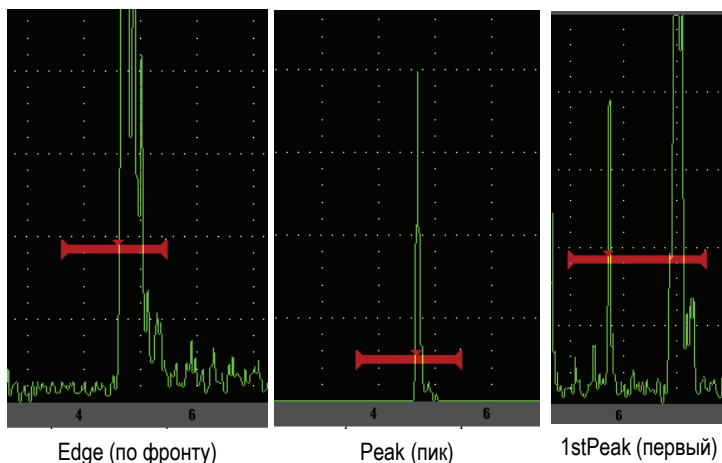

Рис. 2-11 Измерения в режимах Edge, Peak и 1stPeak
- **Peak** (пик): Измерение сигнала в самой высокой точке в диапазоне строба (сигналу не обязательно пересекать границу строба) [см. Рис. 2-11 на странице 41].
- **1stPeak** (первый пик): Измерение первого пика сигнала, превысившего порог строба (уровень) [см. Рис. 2-11 на странице 41].
- **Edge** (по фронту): Измерение в первой точке пересечения строба сигналом (см. Рис. 2-11 на странице 41).